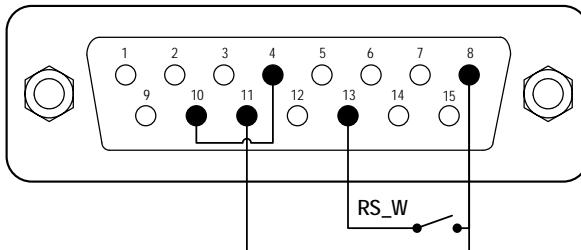
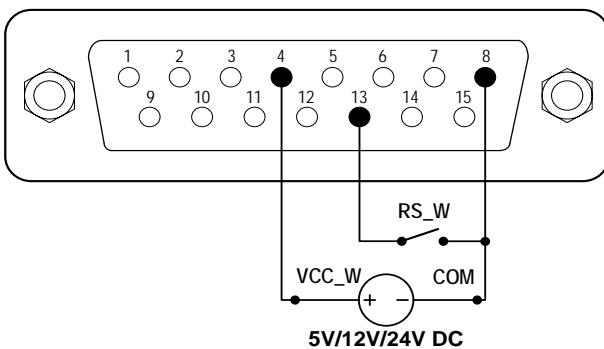

Abbildung 14. Logikpegel-1-Steuerung mit interner 12V-Stromquelle
Abbildung 15. Logikpegel-1-Steuerung mit externer 12V-Stromquelle
- 1) Schalten Sie die Pumpe aus. Verdrahten Sie den DB15-Stecker wie in Abbildung 14 oder Abbildung 15 und verbinden Sie ihn mit dem DB15-Anschluss auf der Rückseite der Pumpe.